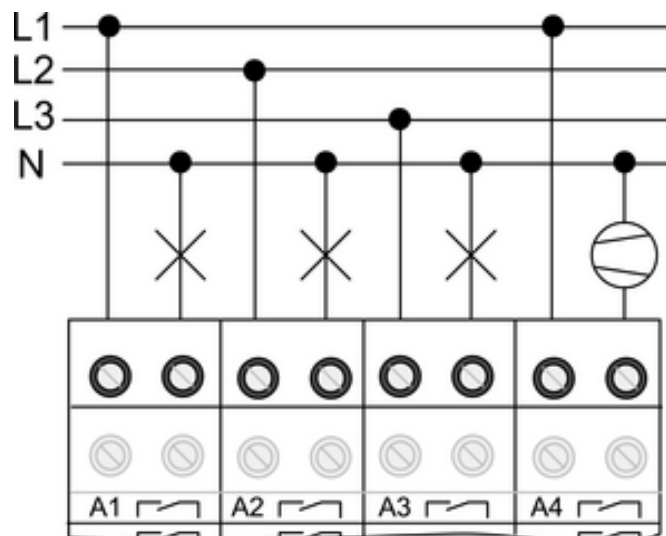

Bild 4
- Geschaltete Lasten anschließen (Bild 4).